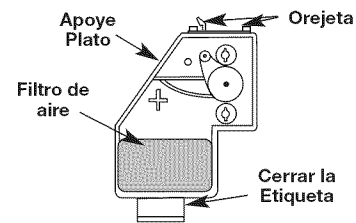

Fig. 25
- Retire el filtro de aire (Fig. 25).
- Vuelva a colocar el filtro (Fig. 25).